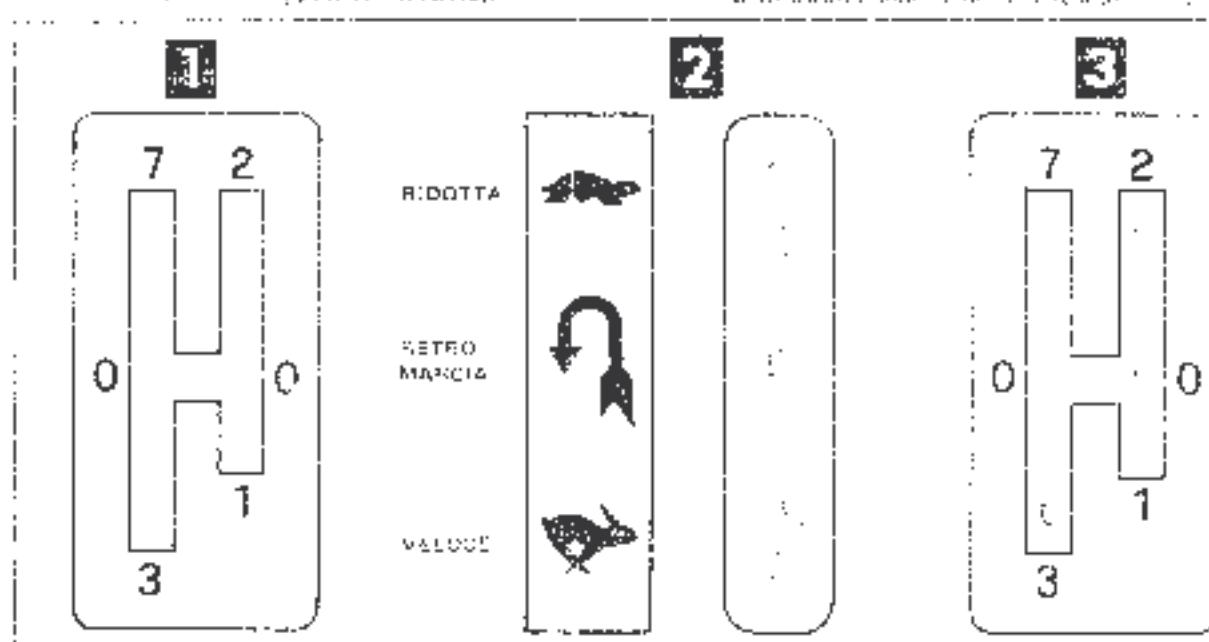

Figura 3. Ricorso delle tre comandi variatore di velocità e spin (Figura 3).
La stabilità del controllo dell'attrezzatura e i numeri progressivi si riferiscono alla Figura 3.
2) PULSANTE COMANDO IMBALLO (SPIN) (Figura 3)